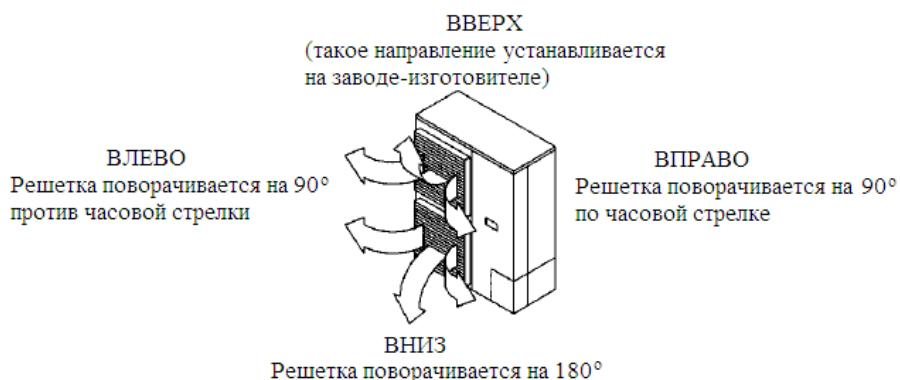

Рис. 4
- Для регулировки направления воздушного потока достигается изменением ориентации, находящейся на передней стороне наружного блока (см. Рис. 4).